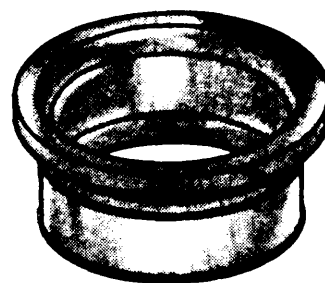

Fig. 3
Cumplen la misma función que las emplomadas; en este caso, el material interpuesto es una empacadura de goma que se obtiene en el comercio (fig. 3).
- b. El diámetro interior de la empacadura, previamente alojada en la campana, es ligeramente menor que el diámetro exterior de la espiga. Por esta razón, para que la espiga pueda entrar, es necesario achaflanar la punta (ver fig. 3).